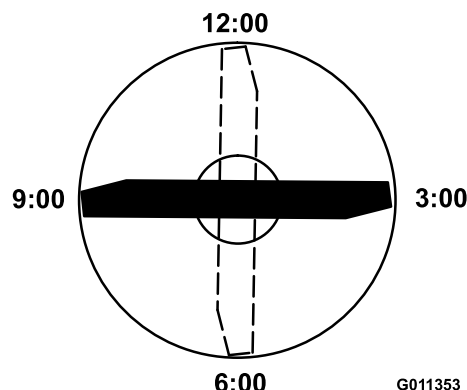

Bild 127
4. Positionieren Sie die Schnittkante der markierten Messerseite in die 12-Uhr-Stellung (geradeaus in Mährichtung) (Bild 127) und messen die Höhe vom Tisch bis zur Schnittkante.
5. Drehen Sie die markierte Seite des Messers auf die 3- und die 9-Uhr-Stellung (Bild 127) und messen die Höhe.